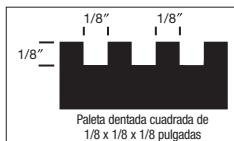

Figura 2
- Paleta dentada cuadrada de 1/8" x 1/8" x 1/8" (3 mm x 3 mm x 3 mm) (Figura 2)
- Esparza cantidades suficientes del adhesivo recomendado con la llana recomendada (Figura 2) en un área que se pueda cubrir en 60 minutos.